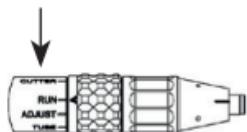

Figura 1
1. Far ruotare la ghiera di blocco del terminale per allineare la freccia alla dicitura "ADJUST" (Figura 1).
3. Far ruotare la ghiera di blocco del terminale per allineare la freccia alla dicitura "RUN" (Figura 1).
1. Far ruotare la ghiera di blocco del terminale per allineare la freccia alla dicitura "CUTTER" (Figura 1).
3. Far ruotare la ghiera di blocco del terminale per allineare la freccia alla dicitura "TUBE" (Figura 1).
1. Prima di tentare l'installazione del terminale, verificare che la barra indicatrice sull'estremità distale del manipolo sia allineata al simbolo di sblocco (Figura 1). Se non è allineata correttamente, tenere saldamente l'alloggiamento del manipolo con una mano, e con l'altra far ruotare l'estremità distale nella direzione della freccia fino a conseguire l'allineamento tra la barra indicatrice e il simbolo di sblocco.